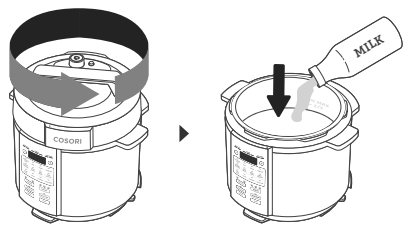

Figure 7.1
1. Tournez le couvercle dans le sens inverse des aiguilles d'une montre et soulevez-le pour ouvrir. Ajoutez le lait dans la cuve interne. [Figure 7.1]